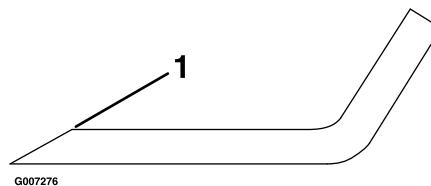

Figura 47
1. Affilate i taglienti da entrambe le estremità della lama con una lima (Figura 47). Rispettate l'angolazione originale. La lama conserva il proprio equilibrio